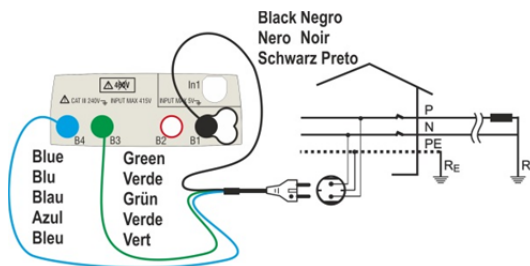
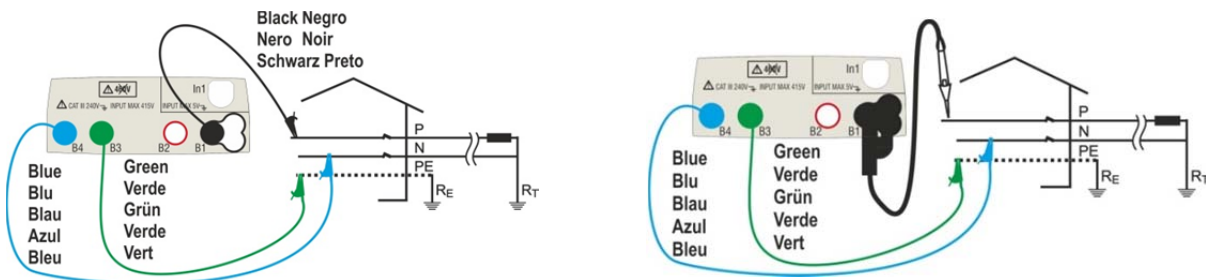
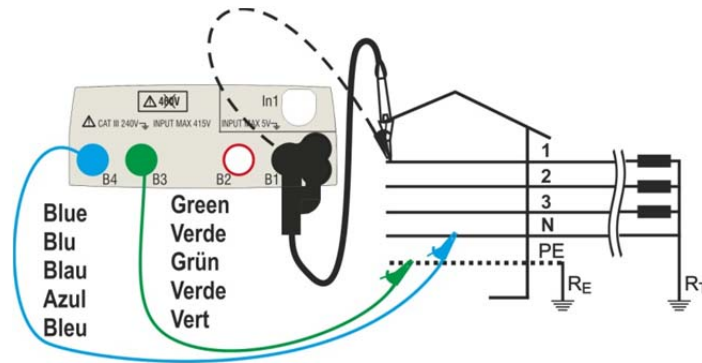
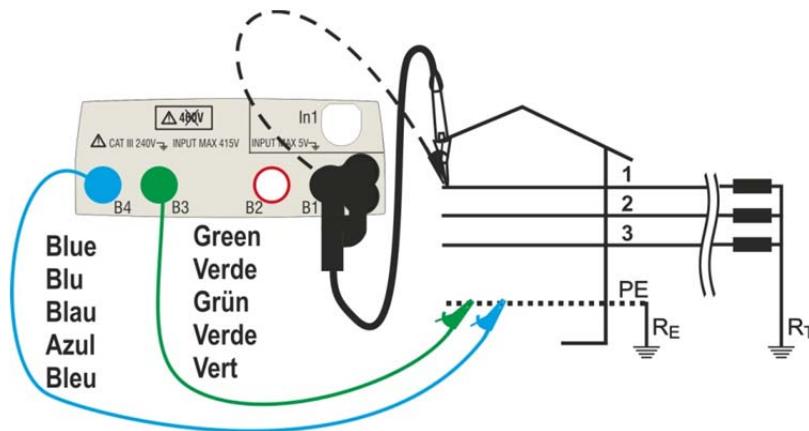

Abb. 18: Messung P-N/P-PE in ein-/zweiphasigen 230 V Systemen mittels 3 Leiter Schukokabel
Abb. 19: Messung P-N/P-PE in ein-/zweiphasigen 230 V Systemen mittels Kabeln und Tastkopf
Abb. 20: Messung P-N/P-PE in dreiphasigen 400V+N+PE Systemen mittels Einzelkabeln und Tastkopf
Abb. 22: Messung P-PE/P-N in 400V + PE (no N) Systemen mittels Einzelkabeln und Tastkopf
4. Führen Sie die vorherige Kalibrierung der Messleitungen wie in § 6.4.2 beschrieben durch Verbinden Sie den Schukostecker, die Krokodilklemmen oder den Tastkopf mit der elektrischen Anlage entsprechend Abb. 18, Abb. 19, Abb. 20 und Abb. 22.